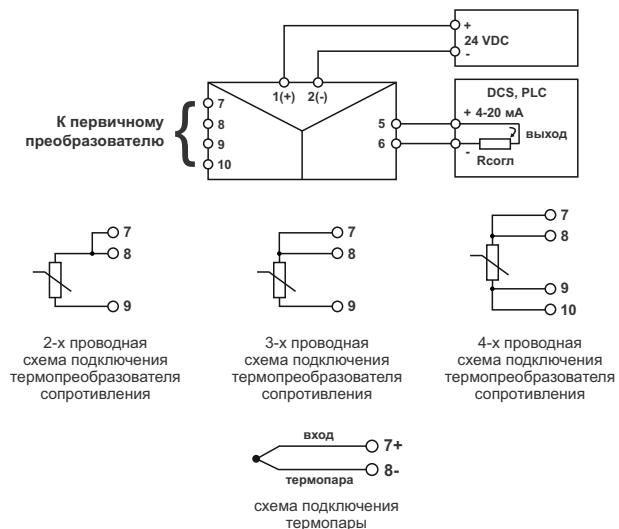

Рисунок 1 - Схемы подключения первичных преобразователей и питания прибора
1. Подключите к прибору датчик температуры и напряжение питания в соответствии со схемой подключения (Рисунок 1).